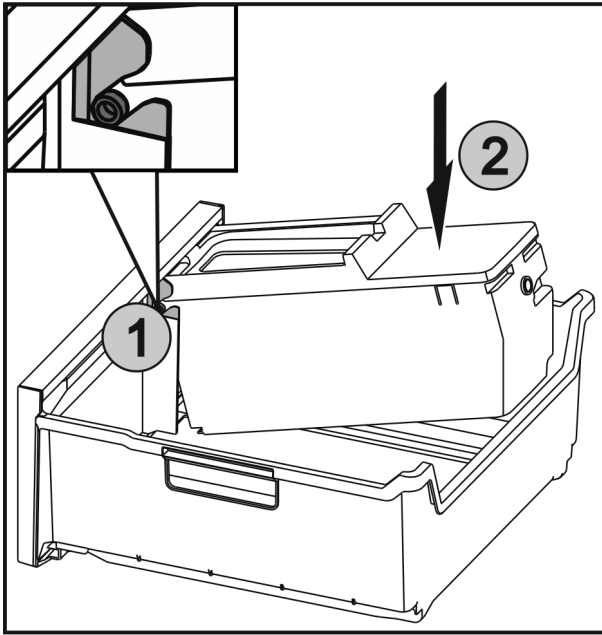

Fig. 59
- ▶ Introducir los ejes Fig. 59 (1) del EasyTwist-Ice en las guías y presionar la parte posterior Fig. 59 (2) hasta que encaje la lengüeta.